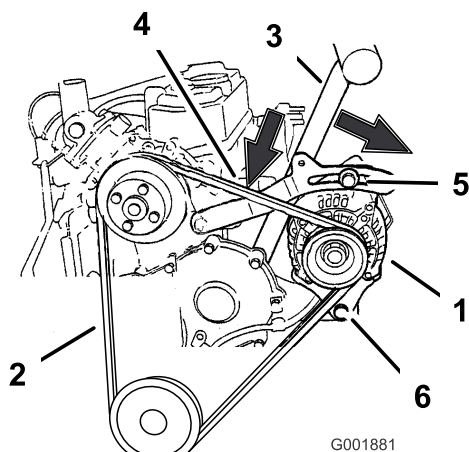

Figura 67
- Allentate i due bulloni di fissaggio dell'alternatore (Figura 67).
- Togliete la cinghia dalle pulegge e dall'alternatore (Figura 67).
- Montate la nuova cinghia attorno alle pulegge e all'alternatore (Figura 67).
- Inserite un manico tra l'alternatore e il blocco cilindro (Figura 67).
- Regolate l'alternatore verso l'esterno fino a flettere la cinghia tra 10 e 13 mm tra il motore e l'alternatore (Figura 67).
- Se la deflessione è esatta, serrate il bullone superiore a 19 Nm, ed il bullone inferiore a 61 Nm (Figura 67).